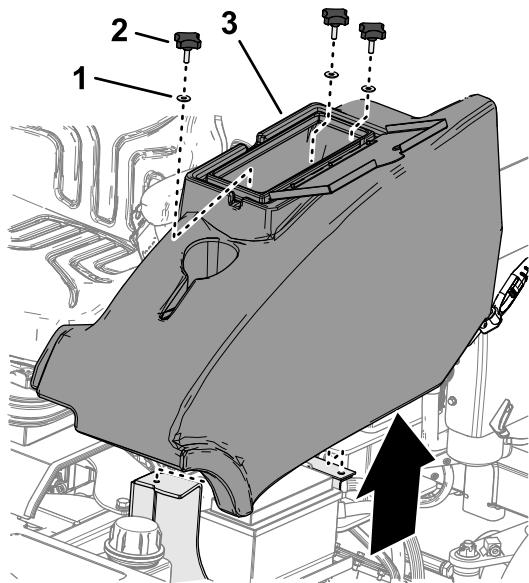

Bild 3
1. Öffnen Sie auf der linken Seite der Bedienerplattform die Klappe zum Ablagefach (**Bild 3**).
2. Entfernen Sie die drei Handräder und die drei Unterlegscheiben, mit denen das Ablagefach an der Maschine befestigt ist, und nehmen Sie das Ablagefach heraus (**Bild 3**).